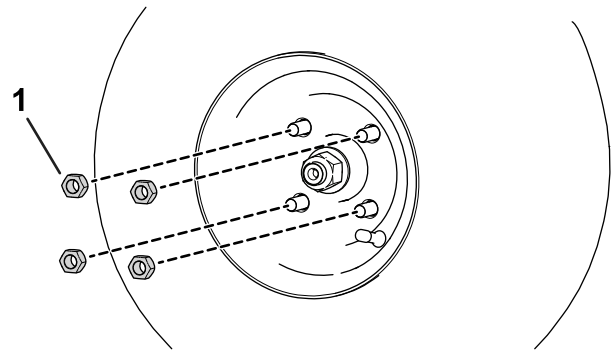

Figura 1
1. Allentate e rimuovete i dadi a staffa delle ruote (Figura 1).